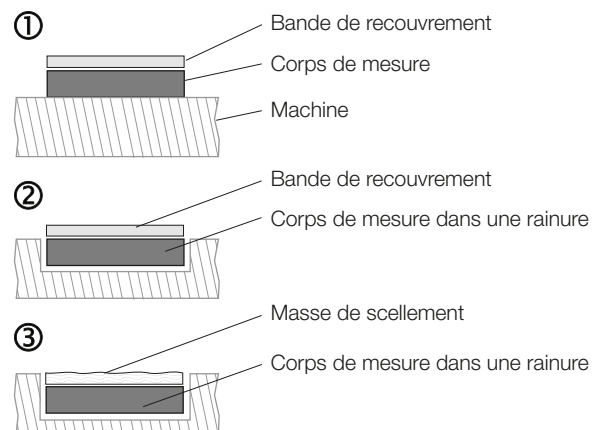

Fig. 4-3 : Possibilités de montage pour le corps de mesure
En cas de conditions ambiantes normales, coller le corps de mesure sur une surface plane. En option, coller la bande de recouvrement à titre de protection (voir Fig. 4-3, pos. 1).
En cas de conditions ambiantes rudes, insérer entièrement le corps de mesure dans une rainure, afin qu'il ne dépasse pas de la surface. En option, coller la bande de recouvrement (voir Fig. 4-3, pos. 2).
En cas de conditions ambiantes extrêmes, insérer entièrement le corps de mesure dans une rainure plus profonde et le sceller avec un matériau non magnétique (par exemple UHU Endfest 300). Eventuellement poncer le matériau de scellement (voir Fig. 4-3, pos. 3).
- Possibilités de montage (voir Fig. 4-3, pos. 1 et 2) : coller sur la surface ou insérer dans une rainure et coller.